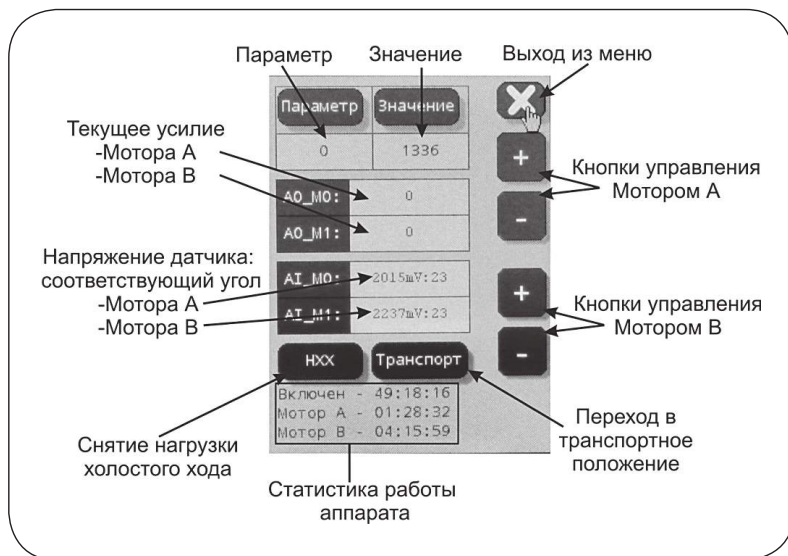

Рисунок 7.7 – Дисплей режима настройки системы
7.5. Дисплей режима настройки системы (меню установок и настройки Аппарата) (см. рис. 7.7):